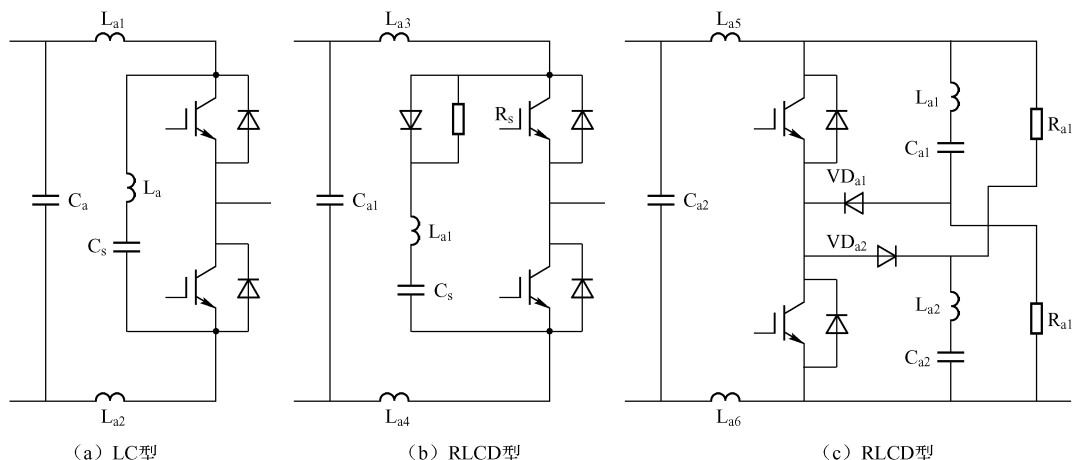

图 2-26 三种放电阻止型吸收电路
(2) 图 2-26 是三种放电电阻型吸收电路。放电电阻型缓冲电路中吸收电容  $C_s$  的放电电压为电源电压，每次关断前， $C_s$  仅将上次关断电压的过冲部分能量回馈给电源，减小了吸收电路的功耗。因电容电压在 IGBT 关断时从电源电压开始上升，它的过电压吸收能力不如 RCD 充放电型。